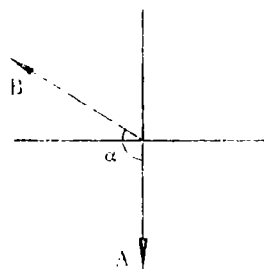

图6
(1) 根据测斜资料确定好纠斜方向,将偏心楔顺钻孔方位摆在地面上,接好定向器,按纠斜方向调整楔子对称平面和钢球定向触点铅垂面(通过钻孔轴线)之间的安装角,如图6。安装角一般可凭肉眼确定。如钻孔需要上漂,则楔面朝上,B、A成一直线, α 为 180° ;需要下垂,则楔面朝下,B、A重合;如需方位往左并倾角上漂,则楔面向左稍朝上,约为 120° 交角;如需方位往左并倾角下垂,则楔面向左稍朝下,约为 60° 交角。然后稳住楔子,拨动定向盘,使钢球接触点处于铅垂方向的最下方,固紧螺栓。